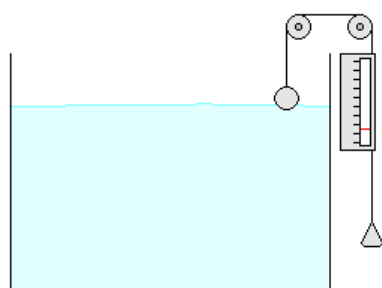
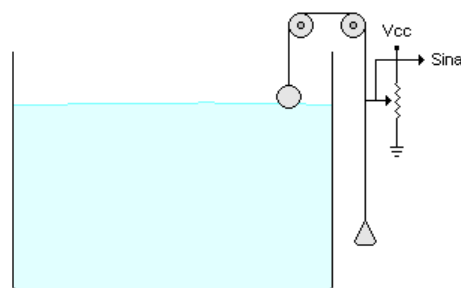

Figura 33 – Medição Através de Escala
Figura 34 – Medição Através de Potenciômetro
**BÓIAS:** é o sistema mais comum de medição de nível e sua grande vantagem é ser praticamente isenta do efeito de variação de densidade do líquido e ser adequada para medir grandes variações de nível, da ordem de até 30 m. Uma de suas desvantagens é ser muito sensível à agitação do líquido. As medidas de nível para estes tipos de instrumentos podem ser obtidas diretamente mediante uma escala graduada (Figura 33) ou através de um circuito elétrico dotado de um Potenciômetro o qual diante da variação da resistência é possível estabelecer uma relação com o nível (Figura 34).